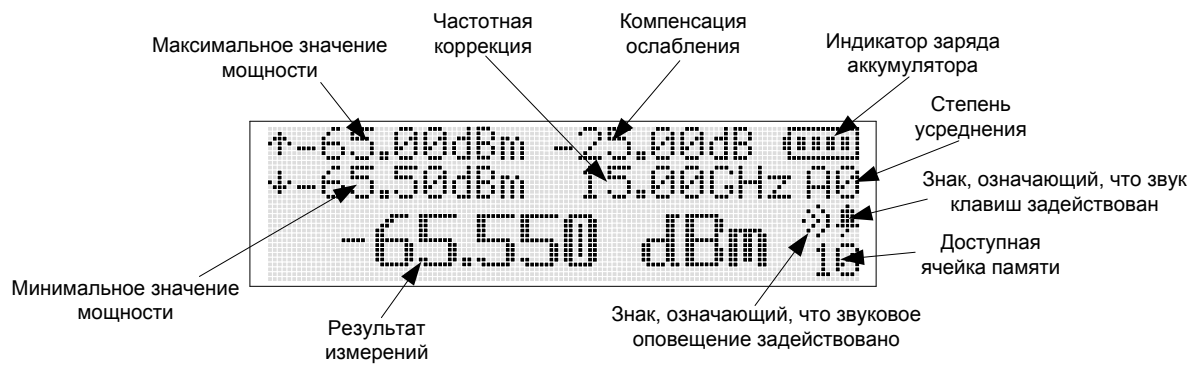

Рисунок 4.2 – Вид окна индикатора в режиме измерений
– последовательно нажимая клавиши «▲», («▼») или «◀», («▶»), изменить установленное значение частоты до требуемой величины, если данным клавишам задана функция изменения параметра «частотная коррекция» (4.3.1). При этом значение частоты, отображаемое на экране индикатора («Частотная коррекция», рисунок 4.2) должно изменяться с установленным шагом. Установка шага изменения частоты осуществляется в пункте меню «Частотная корр-я» в режиме значений путем установления курсора под требуемым разрядом значения в ГГц.
– последовательно нажимая клавиши «▲», («▼») или «◀», («▶»), изменить установленное значение ослабления до требуемой величины, если данным клавишам задана функция изменения параметра «компенсация ослабления» (4.3.1). При этом значение ослабления, отображаемое на экране индикатора («Компенсация ослабления»), рисунок 4.2) должно изменяться с установленным шагом. Установка шага изменения частоты осуществляется в пункте меню «Компенс. ослабл.» в режиме значений путем установления курсора под требуемым разрядом значения в дБ.
При выборе режима измерений относительно значения из ячейки памяти, на индикаторе будет отображаться результат отношения текущего уровня мощности к значению, сохраненному в ячейке памяти, номер которой отображен в правом нижнем углу индикатора (рисунок 4.2). Выбор сохраненного значения из требуемой ячейки памяти проводят в соответствии с 4.3.7.
На индикаторе усреднение отображается в правом верхнем углу в виде символа “А n”, где “А” означает усреднение (averaging),  $n$  – степень усреднения. Символ “AA” означает, что текущая степень усреднения 10 или А, в шестнадцатеричной системе счисления. При установке автоматического усреднения («Меню > Усреднение > Авто») степень усреднения  $n$  на индикаторе в режиме измерений (рисунок 4.2) будет принимать значения 1,2,..,9, А в зависимости от уровня мощности на входе СВЧ согласно таблице 4.2.